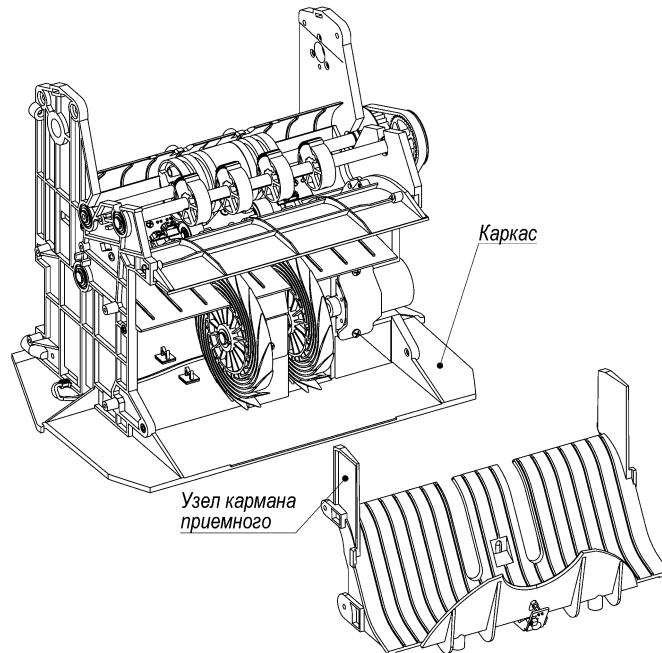

Рис. 32
8.10.2 Снять узел кармана приемного (см. Рис. 32).